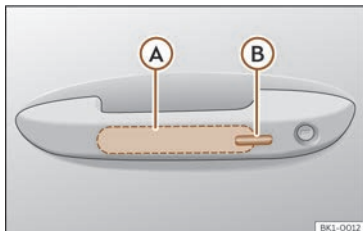

Fig. 83 Asa da porta: superficies sensoras.
>>> **fig. 83**
- Toque a superficie sensora >>> **fig. 83 (B)** situada no lado exterior da asa da porta. Todos os intermitentes escintilan unha vez.
• Antes de que transcorran 5 segundos, toque unha vez o sensor do lado exterior da asa da porta >>> **fig. 83 (B)**. Ao facelo, non agarre a asa. O sistema Keyless Access queda desactivado temporalmente.